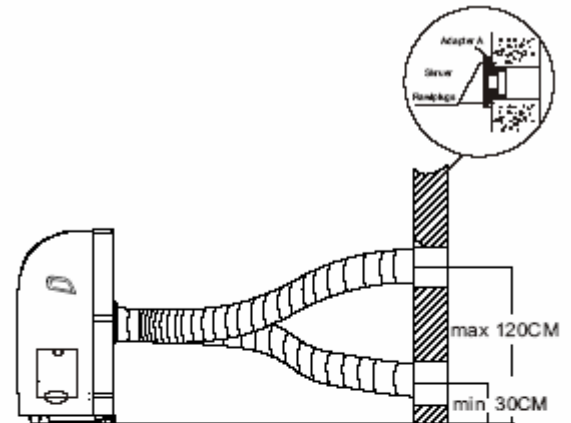

Fig.10
2. Instale el adaptador A sobre la pared usando 4 tacos y tornillos, asegúrese que queda bien sujeto. (Ver Fig.10)